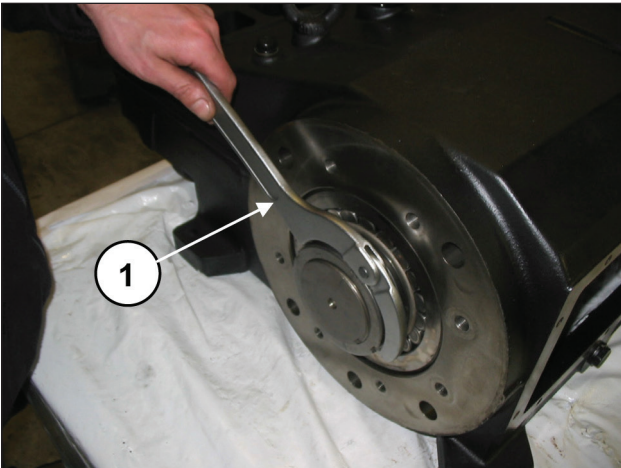
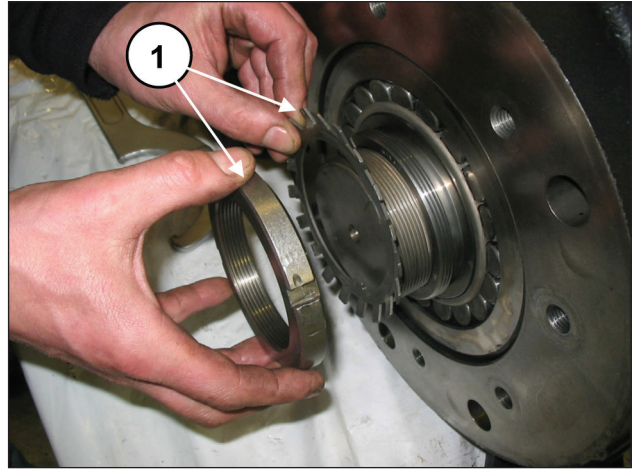

Fig. 18
Fig. 19
À l'aide d'une clé appropriée, dévisser l'écrou de blocage (rep. ①, Fig. 18), puis déposer l'écrou à encoches et la rondelle de sécurité (rep. ①, Fig. 19).